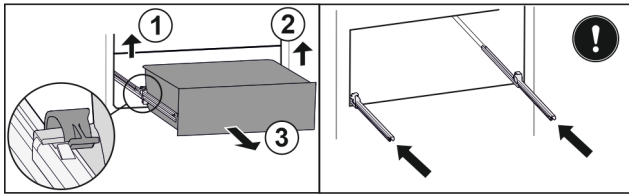

Fig. 20
- ▶ Підняти лівий затискач і одночасно висувний ящик ліворуч потягнути вперед. Fig. 20 (1)
- ▶ Підняти правий затискач і одночасно висувний ящик праворуч потягнути вперед. Fig. 20 (2)
- ▶ Вийняти висувний ящик рухом вперед. Fig. 20 (3)